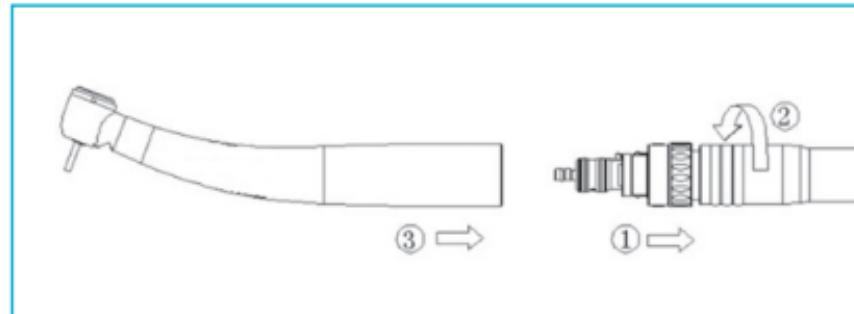

Fig. 6-9
- Apriete el tapón de rosca de la manguera para turbinas con la llave (entregada con el dispositivo médico) (Fig. 6-9②③).